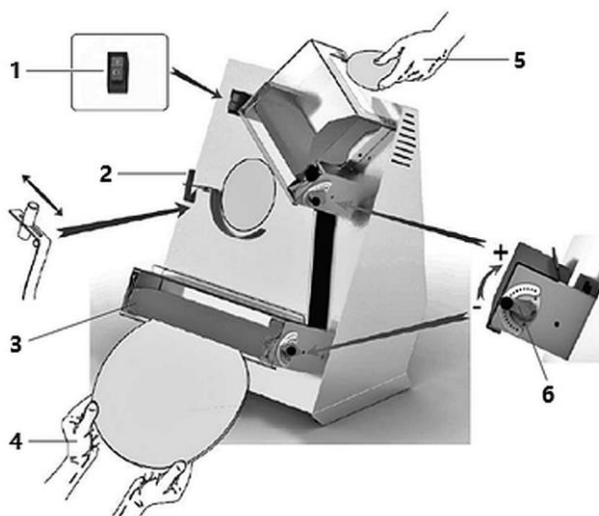

Fig. 7
1. Brug det passende håndtag (6, fig. 7) til at justere afstanden mellem rulleparrene øverst og nederst afhængigt af tykkelsen af dejemnerne, der behandles.